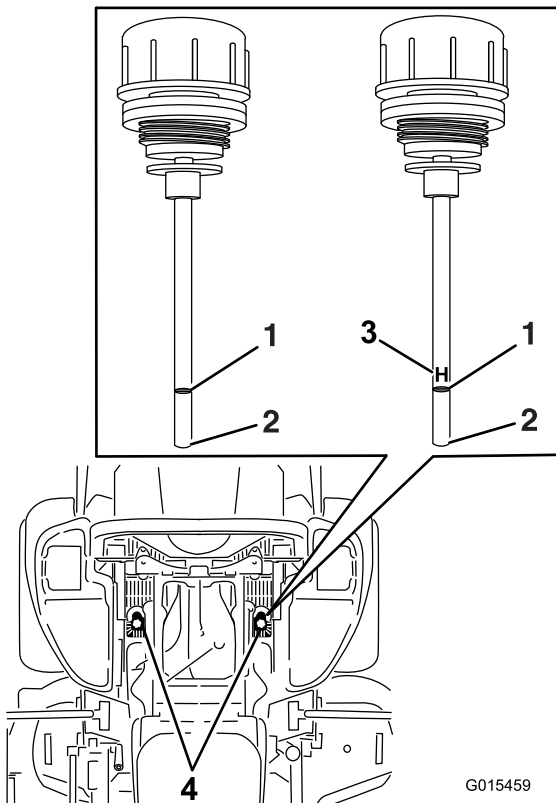

Figura 95
5. Limpie la zona alrededor de las varillas de los depósitos del sistema hidráulico (Figura 95).
6. Retire una varilla del depósito hidráulico (Figura 95).
8. Retire la varilla e inspeccione el extremo (Figura 95).